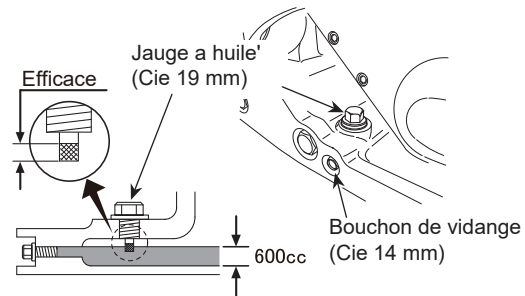

Figure 10. Vérification de l'huile de vibreur GUIDON
2. Vérifier le niveau d'huile du vibreur en enlevant le bouchon (jauge vibreur) comme le montre le figure 10. Nettoyer la jauge et la revisser. Enlever de nouveau la jauge et confirmer que le niveau d'huile n'excède pas la zone hachurée de la jauge à huile. **NE PAS REMPLIR EXCESSIVEMENT.**